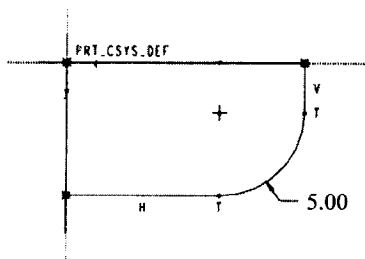

图 1-15
④ 选择“插入”→“伸出项”→“可变截面扫描”→“垂直于原始轨迹”→“完成”。以“选取轨迹”选择轨迹线，单击“完成选取”→完成。再以“选取轨迹”选择轮廓线，单击“完成选取”→“完成”，最后单击“完成”完成选择。
⑤ 绘制如图 1-15 所示的截面，对齐轨迹线与轮廓线的端点（有×的点）。